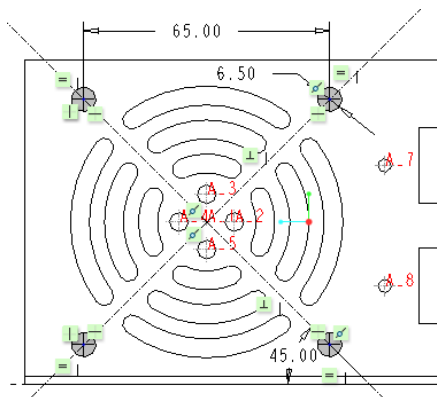

图 6-73 绘制剖面 2
- (1) 单击 (拉伸) 按钮，打开“拉伸”选项卡，暂时接受默认的按钮设置。
- (2) 在“拉伸”选项卡中打开“放置”面板，接着单击“放置”面板上的“定义”按钮，弹出“草绘”对话框，然后在“草绘”对话框中单击“使用先前的”按钮，进入草绘器。
- (3) 绘制图 6-73 所示的剖面，注意图中的辅助中心线经过由基准轴 A_1 建立的参考点位置。单击 (确定) 按钮，完成草绘并退出草绘器。